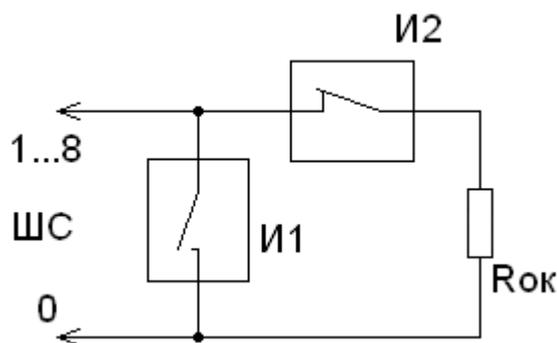

Рис. 3.3.
3.12. Схема подключения выходных цепей датчиков к **БУ882SUM** приведена на рис. 3.3.